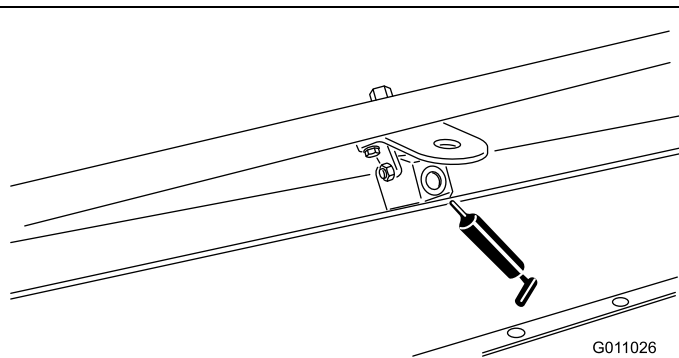

Figure 33
- Pivot de brosse (2) (Figure 33)